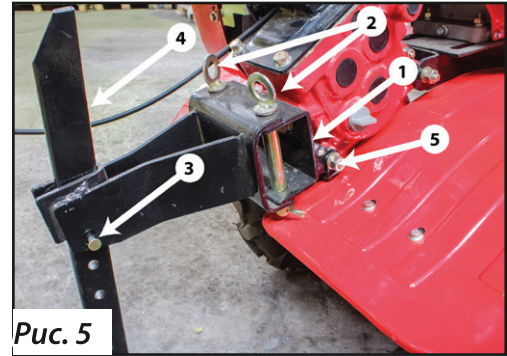

Рис. 5
ровать по высоте сошник. Вынуть штифт (5), переместить сошник (4) вверх (глубина вспашки уменьшится) или вниз (глубина вспашки увеличится), зафиксировать в требуемом положении. Правильная регулировка зависит от почвы (рис. 5).
**Использование сцепного устройства.** Поместите присоединяемое оборудование в сцепное устройство и зафиксируйте стержнем сцепного устройства (рис. 5).